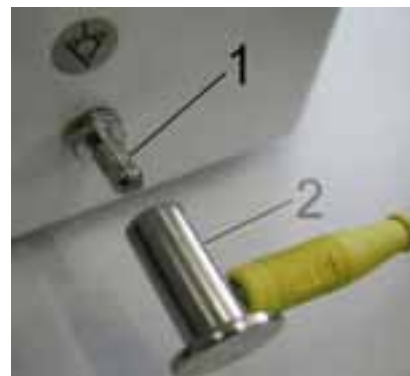

Рис.3
- Штырек для эквипотенциального, прямого соединения Ø6 мм (1) (рис. 3) подсоединить к распределительной сети в соответствии с действительными электротехническими нормами. Розетка эквипотенциального, прямого соединения (2) относится к выбираемым принадлежностям, и ее нет в стандартной упаковке.